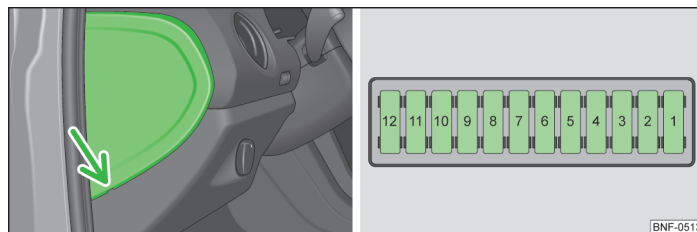

Fig. 126 Pe partea șoferului, în planșa de bord: Capacul cutiei cu siguranțe/
- Introduceți în fantă, în sensul săgeții, un obiect plat, adecvat, de ex. un vârf de șurubelniță dreaptă » fig. 126, basculați cu grijă capacul și extrageți-l.